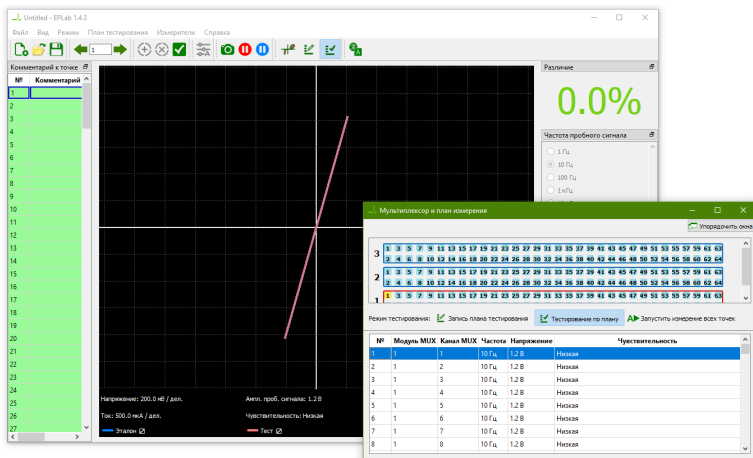

Рисунок 38. Вид окон ПО EPLab при выбранном канале мультиплексора.
7. Если необходимо перезаписать конкретную точку, кликните правой кнопкой мыши по номеру соответствующего канала в окне "Мультиплексор и план измерения". Активный канал подсветится желтым цветом, а в главном окне EPLab будет отображена измеряемая ВАХ (Рисунок 38). Также можно выбрать нужный канал в таблице. Затем зафиксируйте ВАХ с помощью кнопки "Пробел" или  .